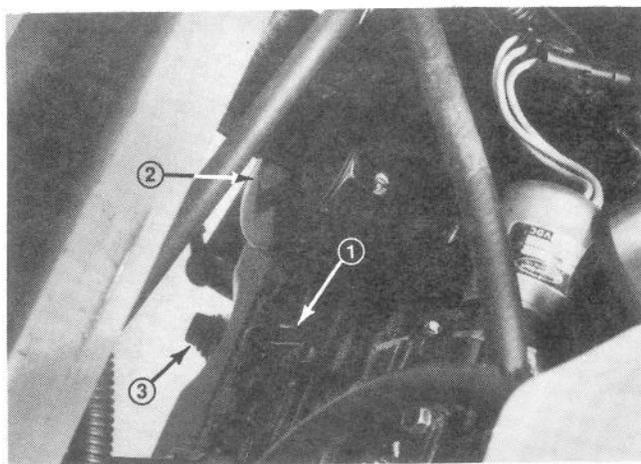
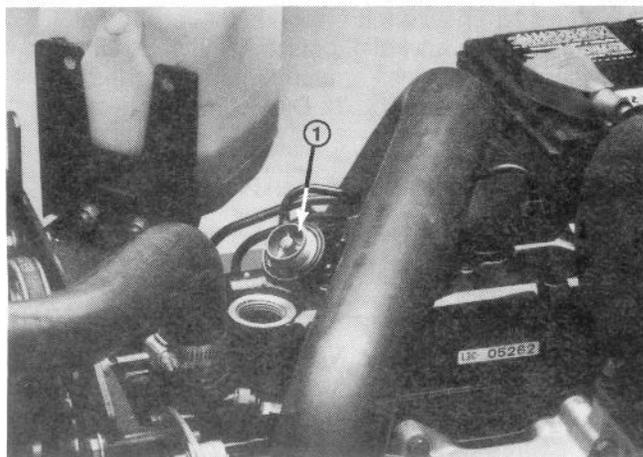

Abbildung 4
Abbildung 5
2. Den Ölmeßstab (Abb. 4) entfernen und mit einem sauberen Lappen abwischen, dann den Ölmeßstab wieder voll in den Ölmeßstutzen einführen. Jetzt den Meßstab wieder herausziehen und den Ölstand prüfen. Bei niedrigem Ölstand die Füllstutzenkappe (Abb. 5) entfernen und SAE 10W-30 CD Öl nachfüllen, bis der Ölstand die FULL (Voll) Markierung erreicht. NICHT ÜBERFÜLLEN. Siehe Öltabelle auf Seite GR-15.